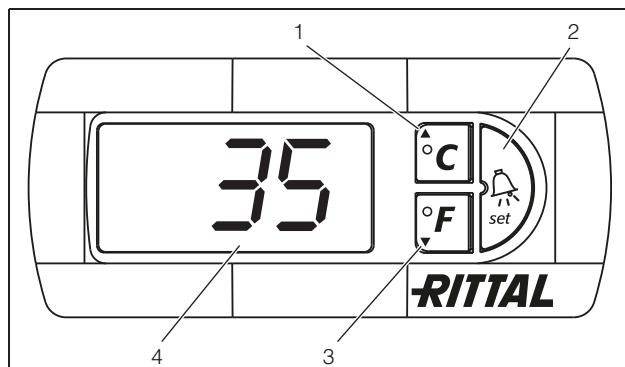

Bild 17: e-Comfort controller
e-Comfort controllern har en 7-segmentsdisplay (bild 17, nr. 4). Efter att strömförsörjningen kopplats in visas den aktuella mjukvaruversionen och det aktiverade Eco-mode under de första 2 sekunderna. Därefter förinställda tillval (t.ex. t10) eller temperaturen. I normal drift visas temperaturen (kan kopplas om mellan grader Celsius och Fahrenheit) och felmeddelanden.
Programmering av apparaten görs via knapparna 1–3 (bild 17). Parametrarna för detta visas likaså på displayen.
- Tryck samtidigt på knapparna 1 och 2 (bild 17) i minst 5 sekunder.
Med knapparna 1, 2 och 3 (bild 17) kan du ändra 24 parametrar inom angivna områden (minimivärde, maximivärde).